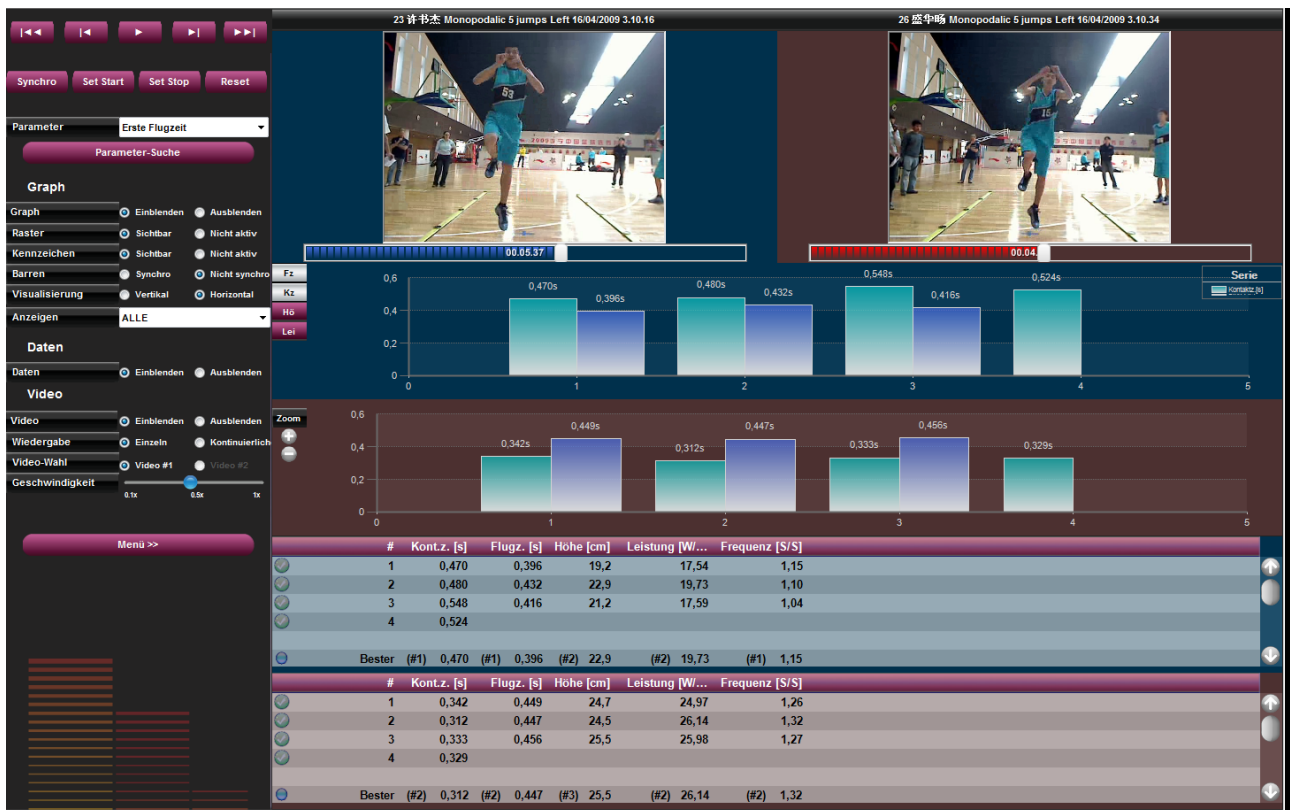

Abb. 78 – Parameter
- **Visualisierung:** Die Anzeige der Daten erfolgt horizontal (wie in Abb. 78 – Parameter